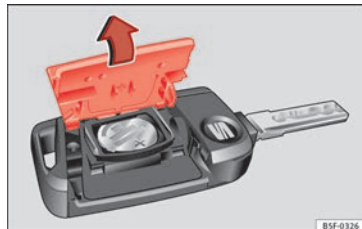

Abb. 120 Fahrzeugschlüssel: Deckel des Batteriefachs öffnen.
- Abdeckung auf der Rückseite des Fahrzeugschlüssels » Abb. 120 in Pfeilrichtung abnehmen » ❶.
- Abdeckung wie gezeigt ansetzen » Abb. 120 und entgegen der Pfeilrichtung auf das Fahrzeugschlüsselgehäuse drücken, bis sie einrastet.
❶ VORSICHT